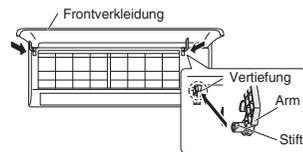

Abb. 3-87
- (1) Das Gitter bei auf den Rahmen ausgerichteter Oberkante waagrecht bewegen und oben und unten in den Rahmen einhängen.
- (2) Das Gitter fest mit der Hand andrücken um sicherzustellen, dass es eng am Rahmen anliegt.
- (3) Die sechs Schrauben anziehen. Außerdem die entfernten Abdeckungen wieder anbringen.
- (4) Die Frontverkleidung an beiden Seiten nahe den Frontverkleidungsarmen fassen und so halten, dass die annähernd waagrecht ist. Die Armachsen nach außen drücken, so dass sie die Oberseite der Aufnahmen an der rechten und linken Seite des Klimageräts berühren. Danach fest drücken, bis die Armachsen mit einem Klicken einrasten. (Abb. 3-87)
- (5) Die untere Klappe wieder anbringen.